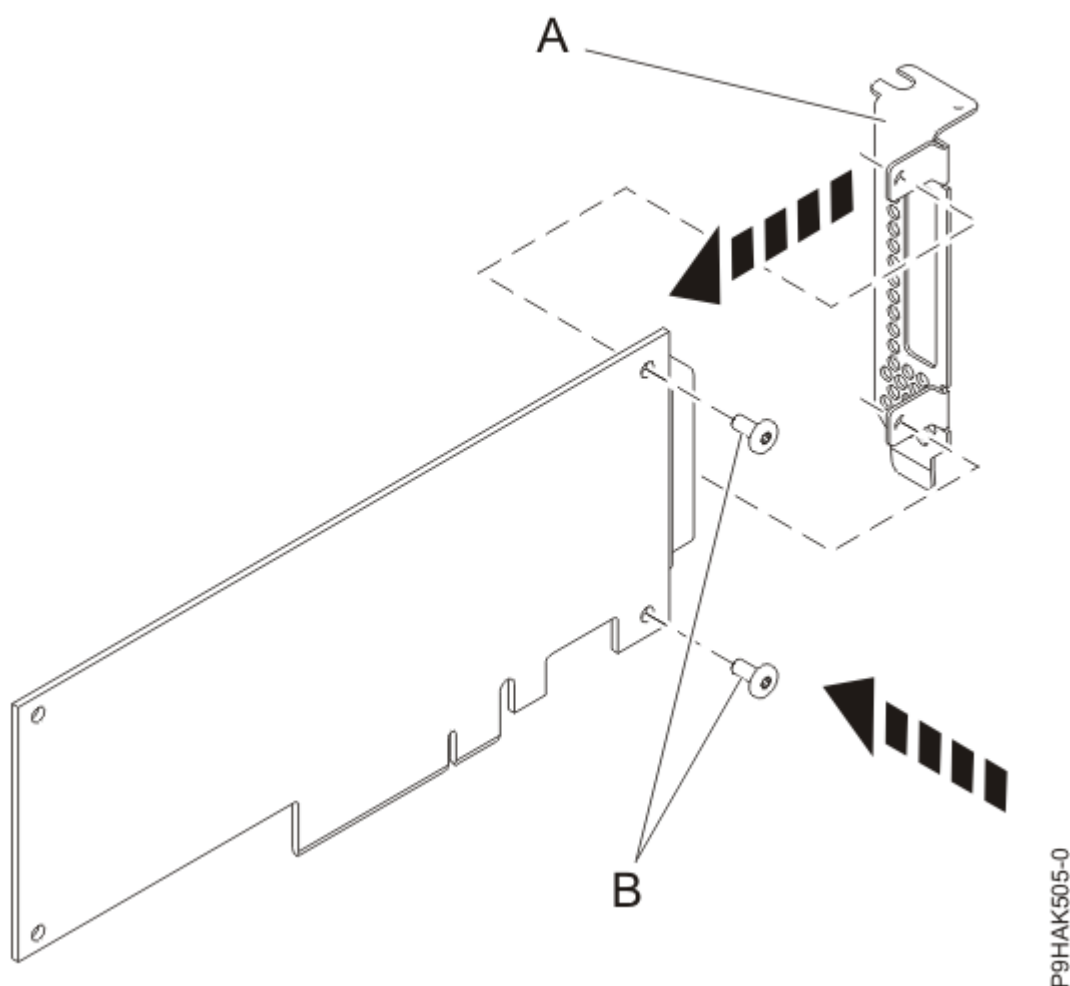

Figura 48. Colocación de la contrapunta de altura reducida en un adaptador
14. Utilizando un destornillador de estrella y los dos tornillos de retención **(B)**, fije la contrapunta **(A)** del adaptador anómalo en el nuevo adaptador, tal como se muestra en la Figura 48 en la página 74.